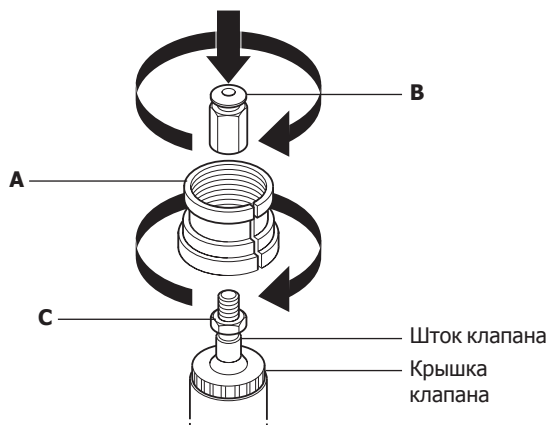

Рис. 8
3. Накрутите на шток стопорную гайку (C).
4. Накрутите разрезную втулку (A) на крышку как показано на рис. 8 и 9.
5. Накрутите адаптер (B) на шток клапана. Используя шаблон, прилагаемый к каждому приводу и выставите требуемый размер  $89 \pm 0.5$  мм.
6. Законтрите адаптер гайкой (C).